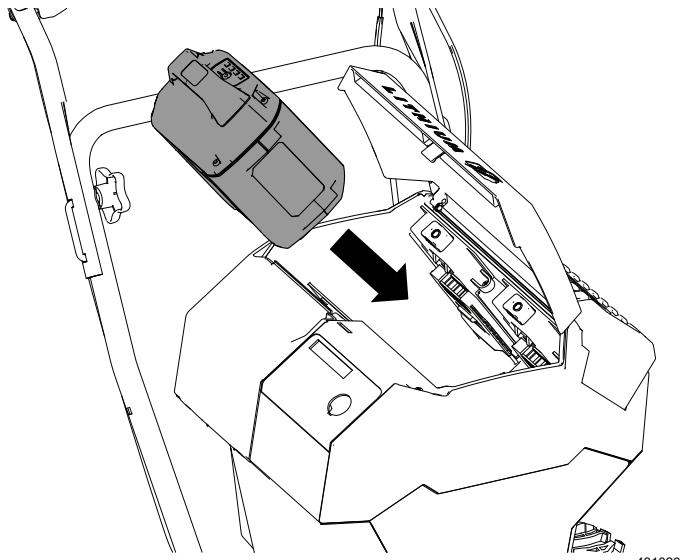

Figura 11
3. Alinee el hueco de la batería con la lengüeta de la máquina e introduzca la batería en el compartimento hasta que se enganche en su sitio (Figura 11).